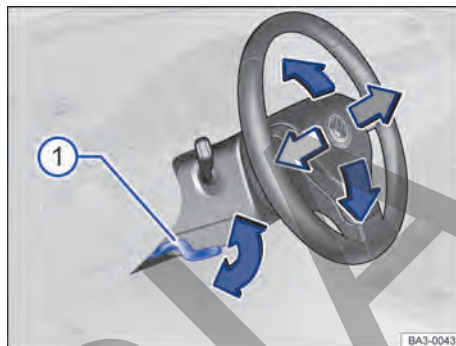

Fig. 64 Debajo y a la izquierda del volante junto con el revestimiento de la columna de dirección; palanca de ajuste de la posición del volante.
- Empujar la palanca hacia abajo sosteniéndola por su empuñadura → fig. 64 ①.